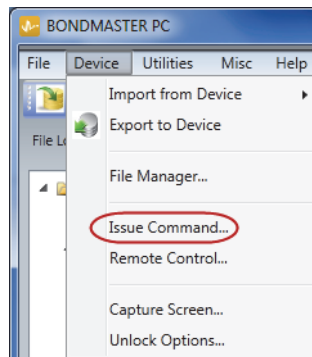

図 7-12 Device (デバイス) メニュー — Issue Command (コマンドの発行)
1. Device (デバイス) メニュー Issue Command (コマンドの発行) を選択します (193 ページの図 7-12 参照)。